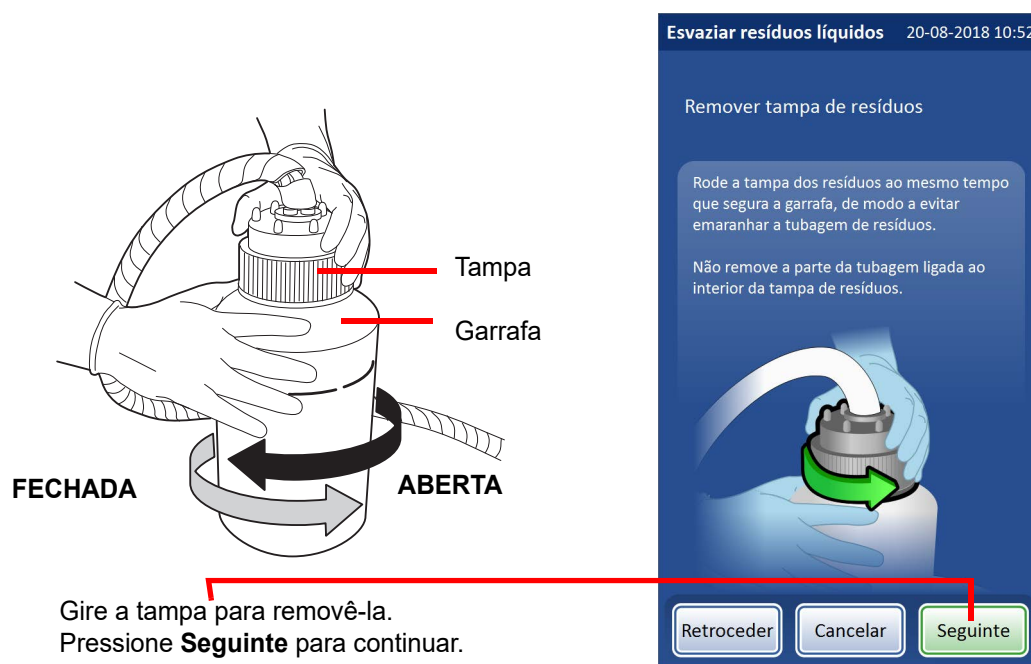

Figura 8-14 Abrir/fechar a garrafa de resíduos
5. **Remoção da tampa** — abra a tampa da garrafa de resíduos girando-a, enquanto o frasco é mantido no lugar para evitar que o tubo de resíduos se enrosque. Consulte a Figura 8-14.